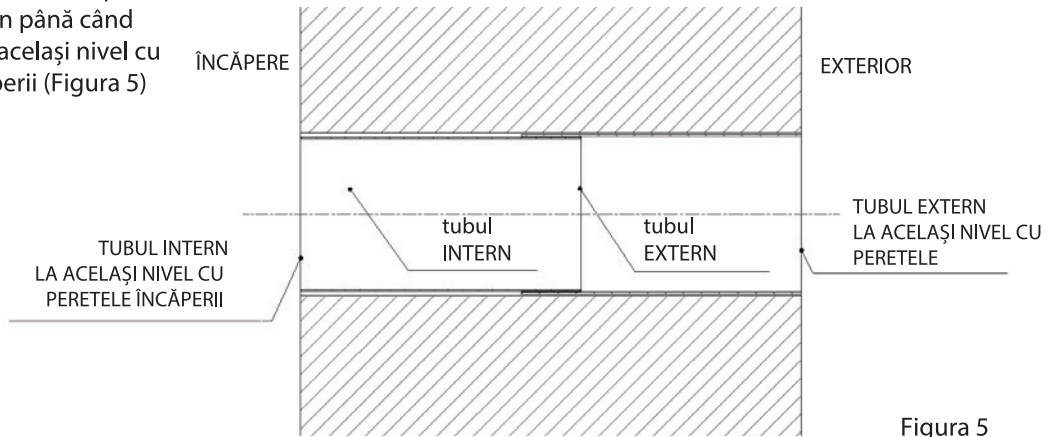

Figura 5
4. Glisați tubul intern în raport cu tubul extern până când acesta este la același nivel cu peretele încăperii (Figura 5)